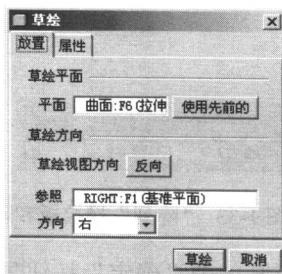

图1-30 “草绘”对话框和绘制的圆
(6) 单击“草绘工具”按钮，打开“草绘”对话框，然后选择拉伸1的一个面并使用“圆”工具绘制一个直径为6.5mm的圆，如图1-30所示。单击“确定”按钮，完成草图2。